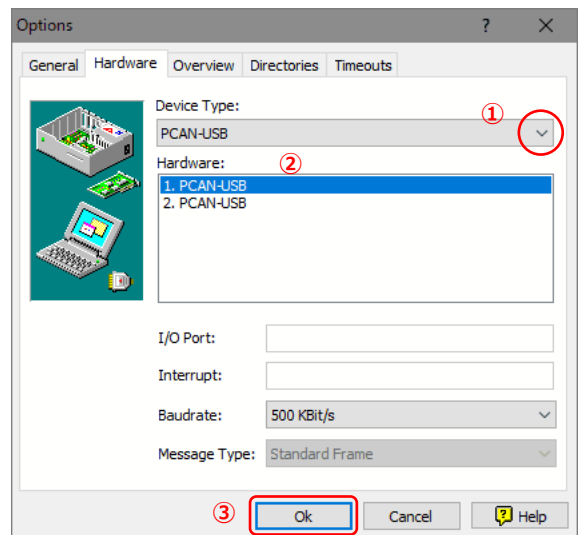

図 4-2
Options ウィンドウが表示されます（図 4-2 参照）。
Device Type の右のドロップダウンから、使用している PCAN インターフェイスを選択します（図 4-2 ① では、PCAN-USB）。
Hardware から、表示されている PCAN インターフェイスを選択します（図 4-2 ② では、PCAN-USB）。
OK ボタンを押します（図 4-2 ③ 参照）。
Options ウィンドウ（図 4-2 参照）の左から 2 個目のタブが（Hardware タブでなく）Net Selection タブが表示される場合、その PC には、PEAK-System 社の他のソフトウェア（例. PCAN-Explorer）が入っています。この場合、PCAN Nets Configuration ツールを起動し、設定を行う必要があります。